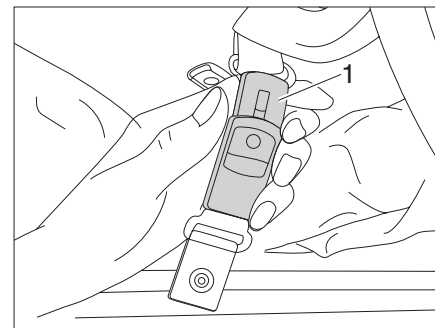

Fig. 33 Abrir el cinturón de retención
► Abrir cinturones de retención (Fig. 33,1).